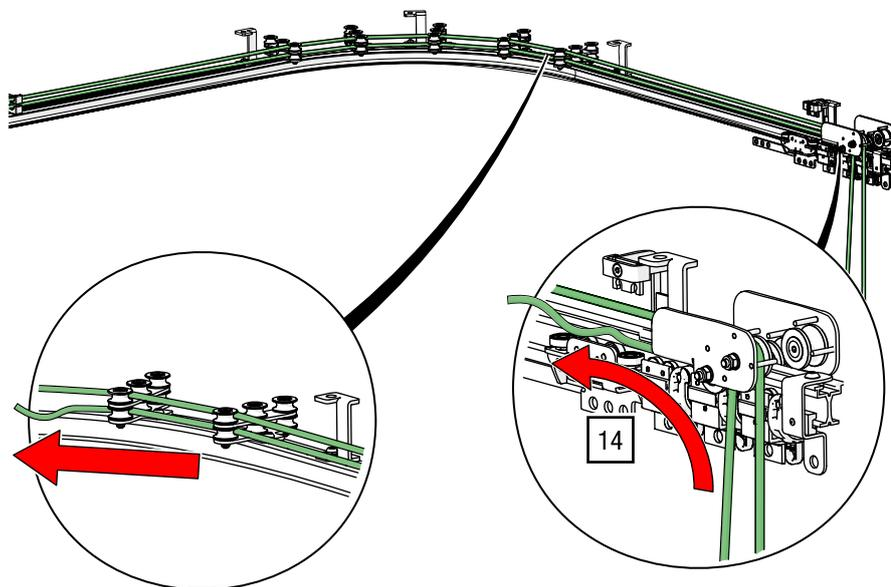

Abb. 110: Doppelt obenliegende Seilführung – Zweites Seilende durch die Ableitrolle und Führungen führen
14. Fädeln Sie das Seil linksseitig durch die Ableitrolle nach oben durch die Seilführungen (siehe Abb. 110).